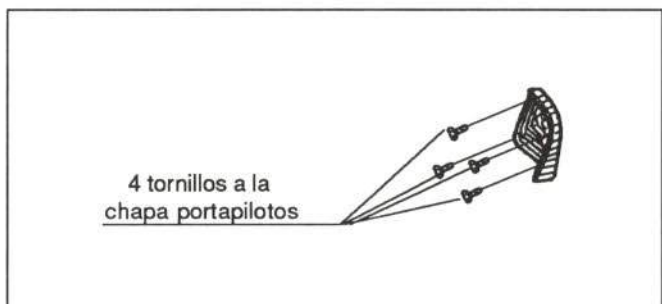

Figura 60.- Fijación de los pilotos
En la figura 60 se muestra su fijación
- Piloto (figura 60)